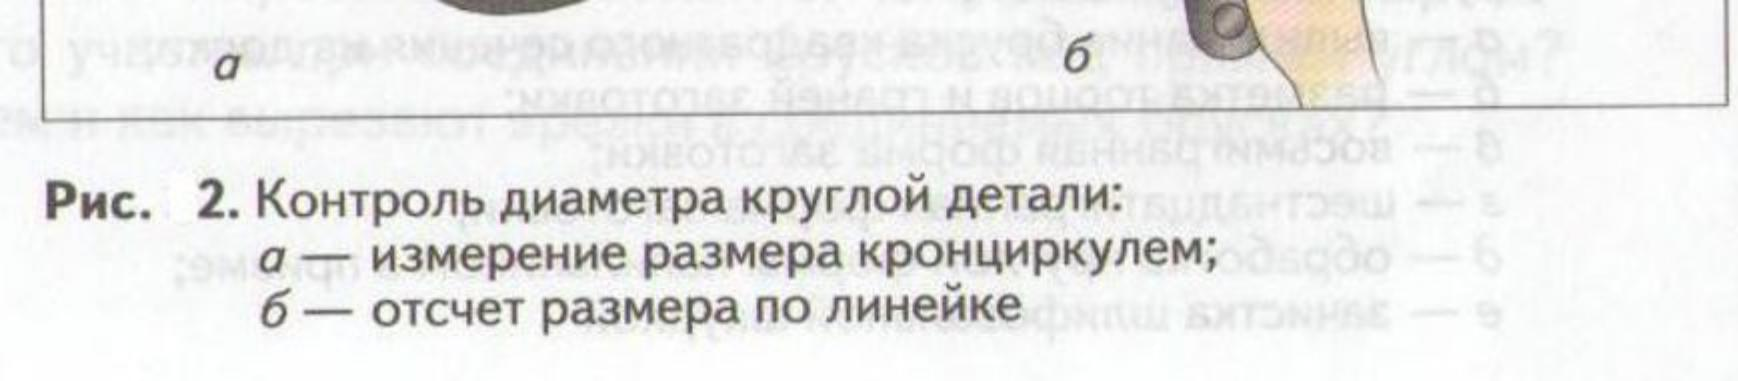

Рис. 2. Контроль диаметра круглой детали:
- **Диаметр детали измеряют кронциркулем сначала на детали (рис. 2,*а*), а затем проверяют его по линейке (рис. 2,*б*)**